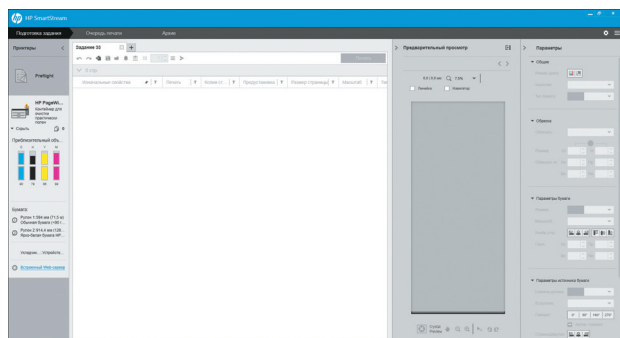

Рис. 2
1. Создаем задание на печать (рис. 2).